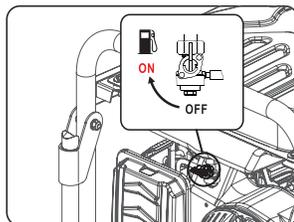

Fig 11
- Gire la válvula de combustible a la posición ON. (vea Fig. 11).